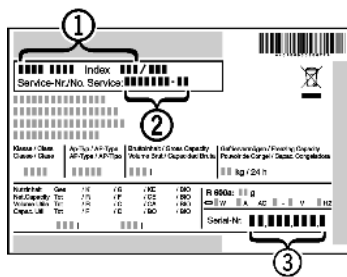

Fig. 31
- ▶ Apparaataanduiding Fig. 31 (1), servicenummer Fig. 31 (2) en serienummer Fig. 31 (3) van het typeplaatje aflezen. Het typeplaatje bevindt zich aan de binnenkant van het apparaat.